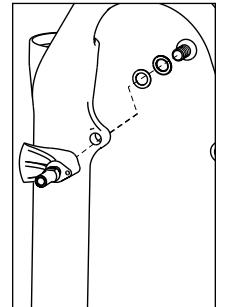

Abb. 6
- Bringen Sie den Bremsadapter mit den beiliegenden Befestigungsteilen am Gabelbein an (Abb. 6).